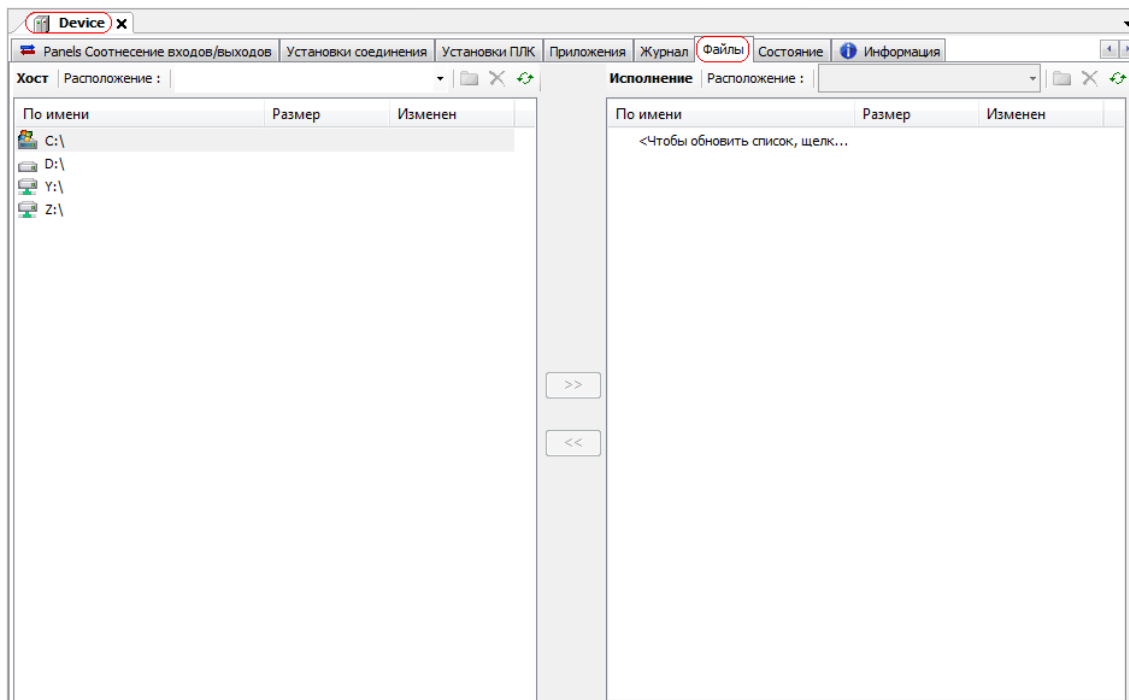

Рисунок 3.83 – Закладка **Файлы**. Начало работы с USB-Flash в среде CoDeSys
- 2 В дереве устройств выбрать устройство **Device** и дважды нажать на него левой кнопкой мыши. В появившейся закладке найти закладку **Файлы** (рисунок 3.83). Левое окно закладки отображает данные на ПК, правое окно – содержание памяти контроллера.